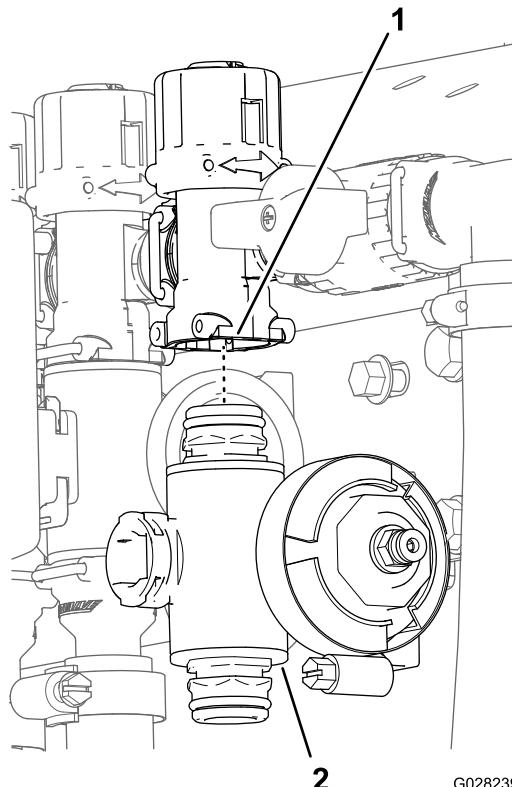

Figura 96
3. Per le valvole di sezione della barra sinistra o destra, rimuovete i bulloni a testa flangiata e i dadi di bloccaggio flangiati che fissano la valvola (o le valvole) di sezione al supporto della valvola e rimuovete il collettore (o i collettori) della valvola dalla macchina; per la valvola di sezione centrale, rimuovete il collettore della valvola di sezione dalla macchina (Figura 96).